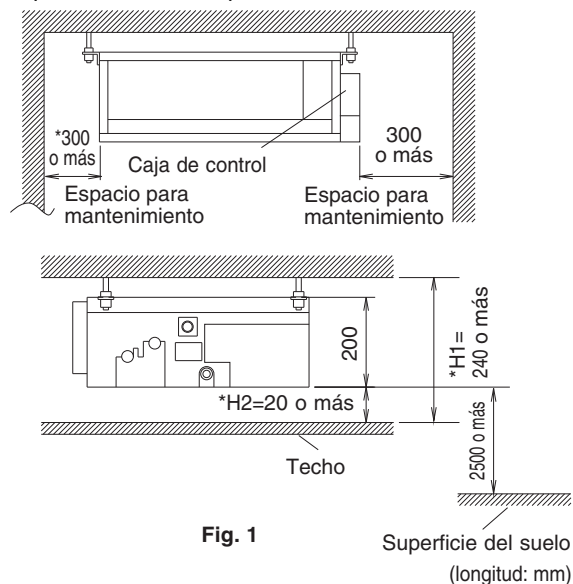

Fig. 1
- Donde haya suficiente espacio libre alrededor como para hacer los trabajos de servicio y de mantenimiento con facilidad. (Refiérase a la Fig. 1)